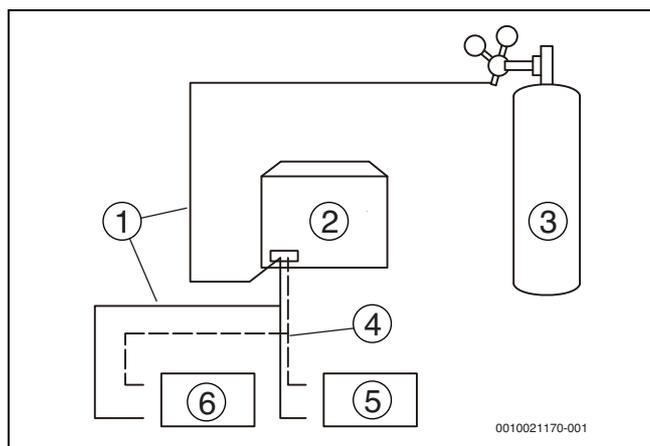

Рис. 27
4. Используйте заглушки для блокирования всех отверстий жидкой (газовой) стороны, за исключением отверстия в внутреннем блоке, которое самое дальнее от наружных блоков («Внутренний блок А» на рис. 27).